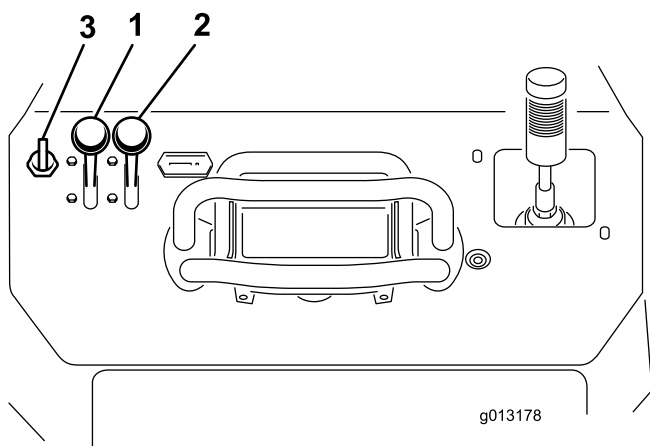

Figura 20
1. Mueva la palanca del acelerador a un punto intermedio entre las posiciones Lento y Rápido (Figura 20).
- Mueva la palanca del estérter a la posición de Abierto (Figura 20).
- Gire la llave a la posición de Conectado (Figura 20). Cuando el motor arranque, suelte la llave.
- Mueva la palanca del estérter a la posición de Cerrado (Figura 20). Si el motor se cala o funciona de forma irregular, active el estérter otra vez hasta que el motor se caliente.
- Mueva la palanca del acelerador a la posición deseada (Figura 20).
- Mueva la palanca del acelerador a la posición de Lento (Figura 20).
- Gire la llave a Desconectado (Figura 20).